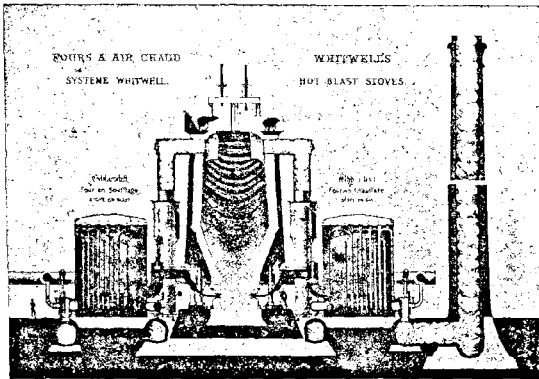

Fig. 5. Coupe d'un haut fourneau avec appareil à air chaud.
**HAUT FOURNEAU.** — C'est une construction creuse, en briques réfractaires, de 15 à 18 m. de haut, ayant la forme de deux troncs de cône réunis par la grande base (fig. 5).